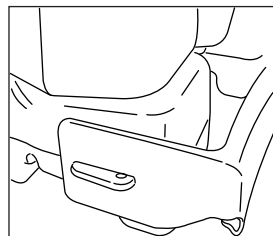

Figura 1.
1. Instale el soporte lumbar sobre las pestañas en la base del tanque. **Ver la Figura 1.**